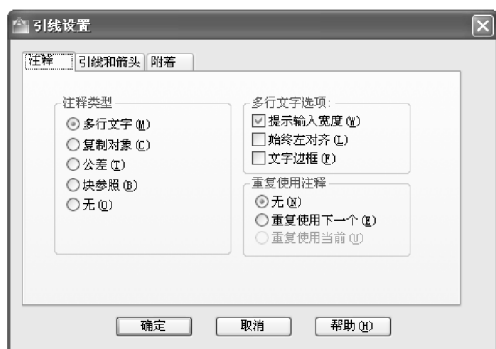

图 8-35 【引线设置】对话框
2) 若在上面提示下直接回车, AutoCAD 打开如图 8-35 【引线设置】对话框, 可对引线标注进行设置。